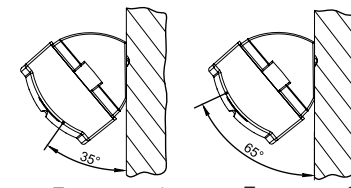

Рисунок 2
В ИОБ предусмотрены: - автоматический контроль работоспособности при переходе в режим «Дежурный Взят»; - возможность дискретной корректировки обнаруживающей способности в процессе конфигурирования РКПС; - возможность контроля обнаруживающей способности на объекте по индикации; - дискретное изменение направления оси микрофона (рис.2).
Крышка с установленной платой устанавливается на основание корпуса и фиксируется с помощью двух защелок (16). Конструкция имеет возможность двух позиционной установки крышки на основание, что обеспечивает дискретное изменение направления оси микрофона относительно поверхности крепления 35° или 65° (рис.2, Таблица 3).